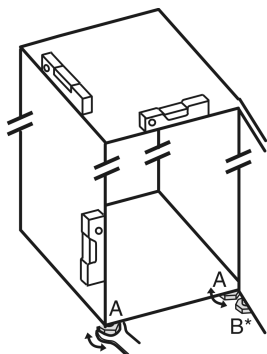

Fig. 24
- ▶ Seřizovací nožky Fig. 24 (A) vyšroubujte pomocí přiloženého vidlicového klíče a pomocí vodováhy, dokud nebude spotřebič pevně vyrovnaný.
- ▶ Seřizovací nožku Fig. 24 (B) na stojanu ložiska vytáchejte pomocí přiloženého vidlicového klíče, až dosedne na zem.
- ▶ Seřizovací nožku Fig. 24 (B) otáchejte dál o 90°.